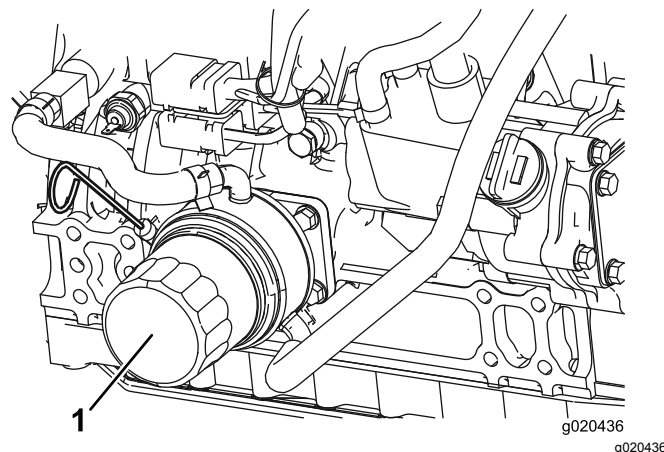

Figura 30
2. Togliete il filtro dell'olio (Figura 30). Applicare un velo di olio pulito sulla tenuta del nuovo filtro prima di avvitare. Non serrate troppo.